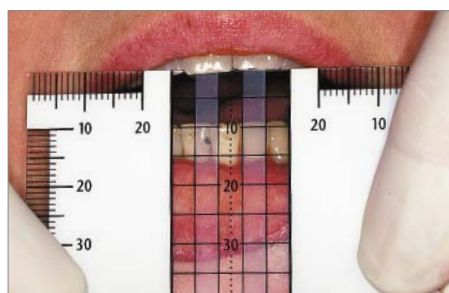

Abb. 2: Initiale Mundöffnung (hier bis ca. 12 mm) mit geringer Seitenabweichung
- ▶ Seitliche Abweichungen bis in den halb-opaken Bereich (Abbildung 2) sind **gering**.